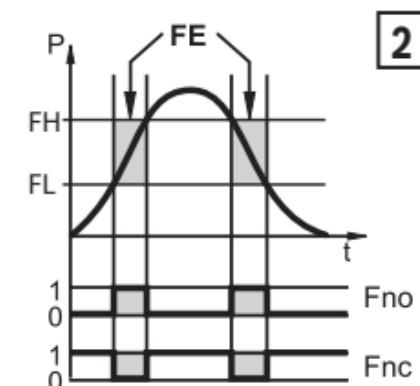

Abb. 2 Öffner
- Fensterfunktion / Schließer:  $[\text{ou1}] / [\text{ou2}] = [\text{Fno}]$  (siehe Abb. 2)
- Fensterfunktion / Öffner:  $[\text{ou1}] / [\text{ou2}] = [\text{Fnc}]$  (siehe Abb. 2)